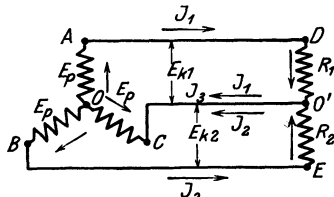
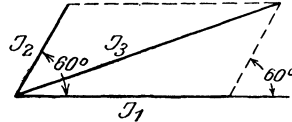

Abb. 160.
Abb. 162.
287. Die beiden induktionsfreien Widerstände $R_1 = 10$ [15] (22) Ω und $R_2 = 15$ [10] (11) Ω sind, wie Abb. 160 zeigt, mit den drei Klemmen ABC eines Drehstromgenerators verbunden, der in
Zu b): Die Abb. 160 zeigt, daß in der Leitung $\overline{CO'}$ die geometrische Summe aus J_1 und J_2 fließt, wobei die Ströme denselben Winkel einschließen wie die Spannungen \overline{OF} und \overline{OG} , also 60° . In Abb. 162 ist die Diagonale der gesuchte Summenstrom